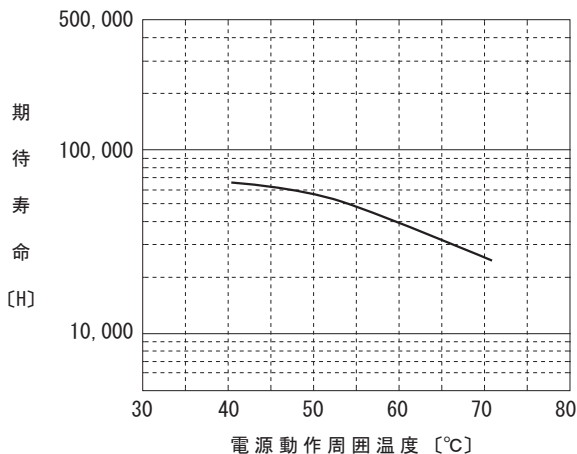

図 4.4 ファン推定寿命
■使用条件によってファンの推定寿命 (R (t) =90%) は図 4.4 のようになりますので、ファンは定期的な交換が必要です。ファンユニットはオプションパーツの項をご参照ください。